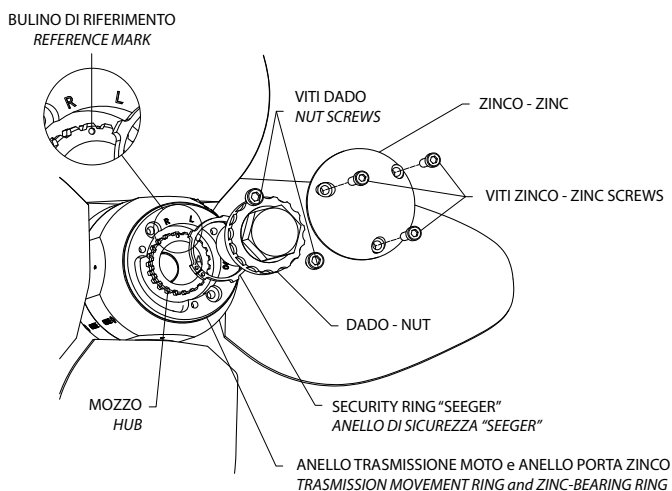

Fig. 7
rotazione è destrorsa, al contrario se gira in senso antiorario la rotazione è sinistrorsa). Per cambiare il senso di rotazione della MAX PROP® EASY, da destrorsa a sinistrorsa o viceversa, procedere come segue, facendo riferimento alla fig. 7.
- Se rimontate l'anello porta-zinco con il dente "R" in corrispondenza del dente del mozzo che ha stampigliato il bulino avrete un elica destrorsa, se invece inserite l'anello con il dente "L" in corrispondenza del dente del mozzo che ha stampigliato il bulino avrete un elica sinistrorsa (vedi fig. 7)